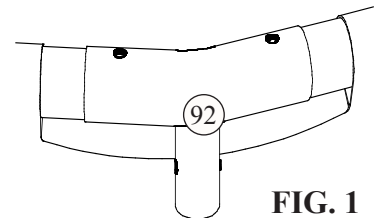

FIG. 1
2. Repérez les conduites en métal et les Raccords en Té. Les Poutres Horizontales (91) sont les conduites courtes à grand diamètre et une paire de trous à chaque extrémité. Les conduites plus longues et de diamètre plus petit avec Clip-V (95) dans une extrémité sont les Pieds Verticaux (94). Introduisez les Poutres Horizontales (91) dans les fourreaux soudés autour du bord supérieur de la paroi de la piscine et tournez-les pour avoir les deux trous à chaque extrémité en ligne verticale. Introduisez l'extrémité d'une poutre dans un Raccord-Té et alignez les trous avec ceux de la Poutre Horizontale. N'INSTALLEZ AUCUNE GOUPILLE (93) POUR LE MOMENT. Continuez d'installer tous les Raccords-Té sur les Poutres Horizontales tout autour de la piscine. Voir Fig. 1.